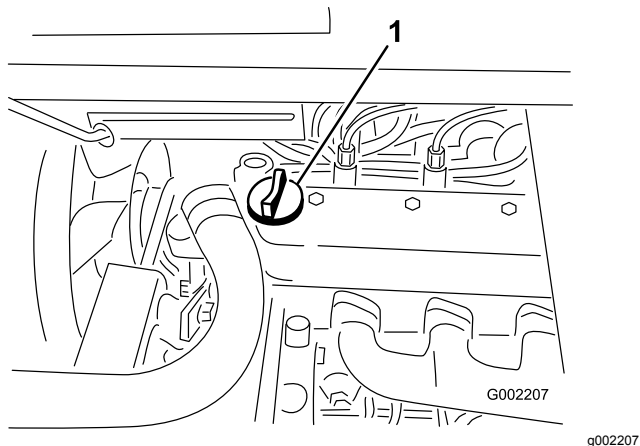

Figura 41
3. Si el nivel de aceite es bajo, retire el tapón de llenado de la cubierta de la válvula (Figura 41) y vierta aceite por el orificio hasta que